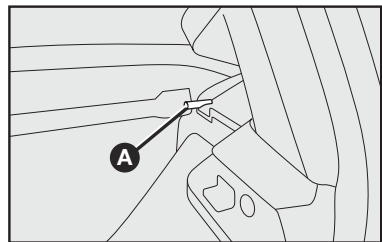

fig. 101
2) Desencaixar os pinos de articulação do bagagito **A-fig. 101** de suas sedes e removê-lo.